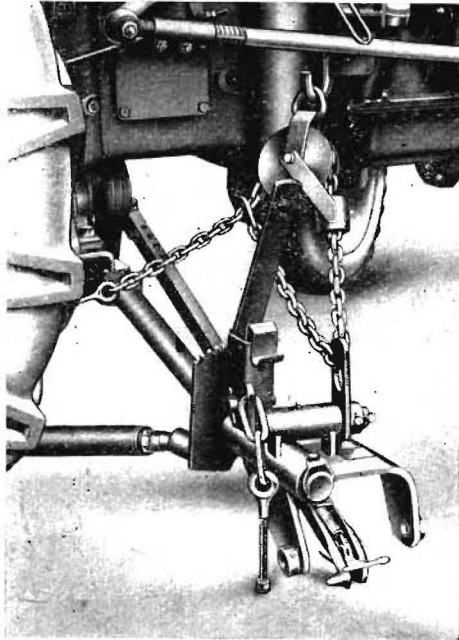

Bild 19
2.7 Einhängen der Hubkette. (Bild 19)